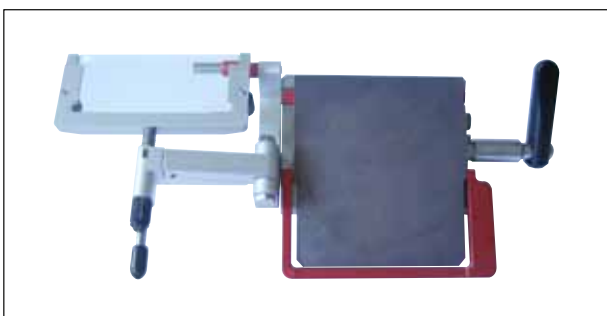

Fig. 46
- Rabattre le guide anti-roll sur le côté (voir la (→ Fig. 46)).